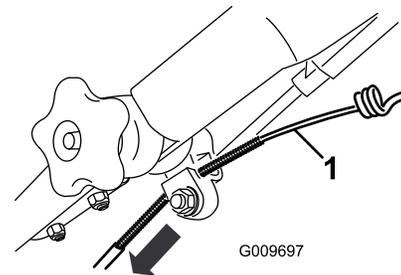

Figura 43
3. Tirate verso il basso la guaina del cavo fino ad eliminare l'imbandito del cavo esposto (Figura 43).